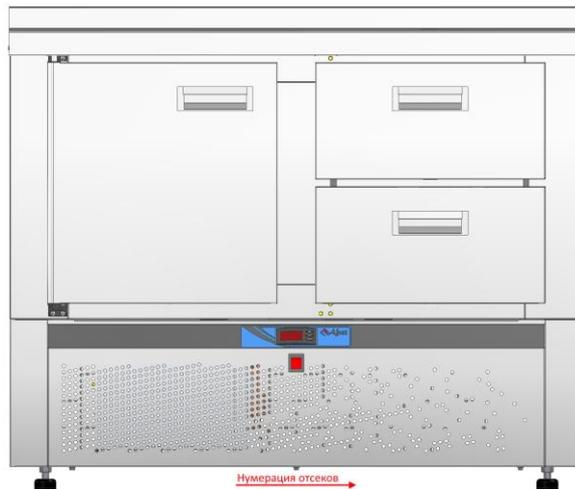

Рис. 2 СХС-60Н-01, СХС-70Н-01
- стол холодильный среднетемпературный с нижним расположением агрегата СХС-60Н-01 столешница нерж. 202 с бортом (дверь, ящик 1/2) (см. рис. 2);